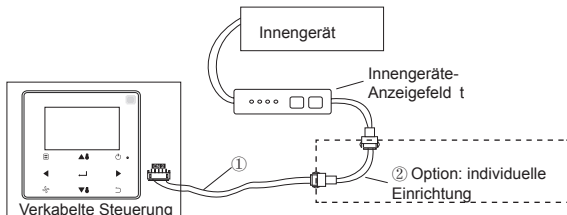

Abb. 12
2.5.6 Bei sonstigen Innengeräten – nicht zweite Generation: Schließen Sie die verkabelte Steuerung an den fünfadrigen CN2-Anschluss des Innengeräte-Anzeigefelds an. Siehe Abb. 12. Der folgende Anschlusskabel-Standardsatz
① ist für die folgenden Zubehörteile der verkabelten Steuerung konfiguriert.